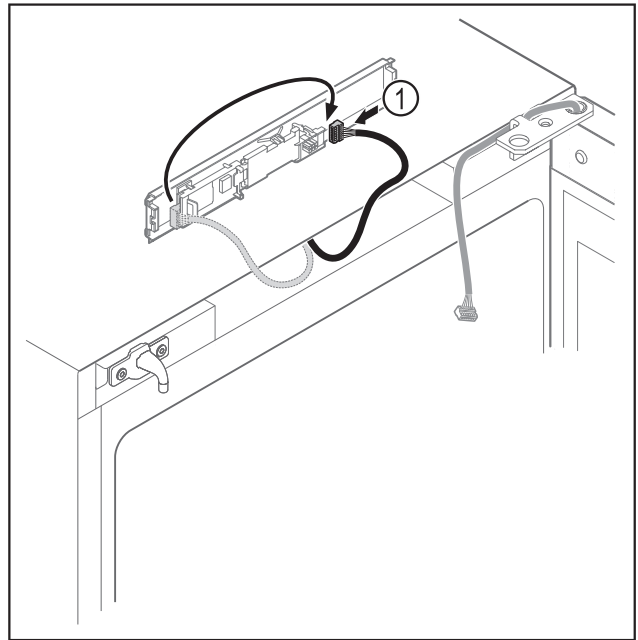

Fig. 16
- ▶ Переставити штекер Fig. 16 (1) на плиті.